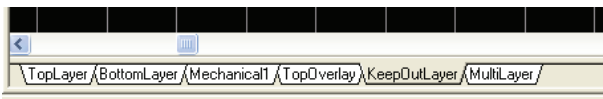

图 6-10 当前的工作层设置为 KeepOutLayer
1) 单击绘图区下方的“KeepOutLayer”标签，如图 6-10 所示，即可将当前的工作层设置为 KeepOutLayer。该层为禁止布线层，一般用于设置 PCB 的板边界，以将元器件限制在这个范围之内。